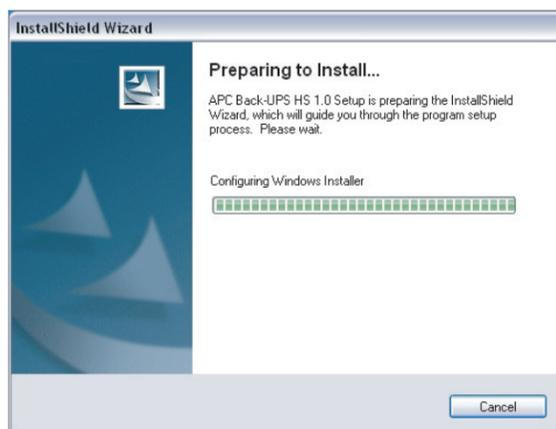

Рисунок 1. Окно программы InstallShield Wizard
2. Дважды щелкните иконку дисковода **CD-ROM**, а затем снова дважды – иконку **setup.exe**. При этом запустится программа инсталляции, которая выведет на дисплей окно **Мастера установки (InstallShield Wizard)** (Рис. 1). После этого начнется процедура инсталляции ПО. Для её прекращения нажмите кнопку **Cancel (Отмена)**.